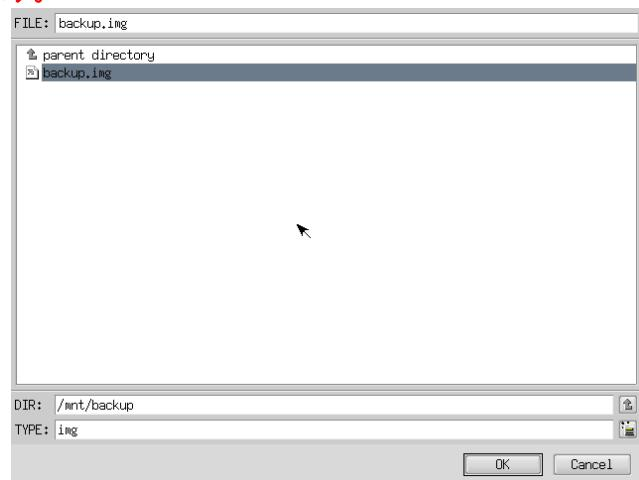

図 5-2-5. ファイル参照画面
- ⑧ ファイル参照画面（図 5-2-5）が表示されます。バックアップUSBは、/mntにマウントされていますので、/mnt 以下から目的のファイルを探してください。[OK]を押すとファイル選択画面にもどります。
- ⑨ ファイル参照画面（図 5-2-5）で指定したバックアップファイルが入力されていることを確認します。[次へ]ボタンを押します。